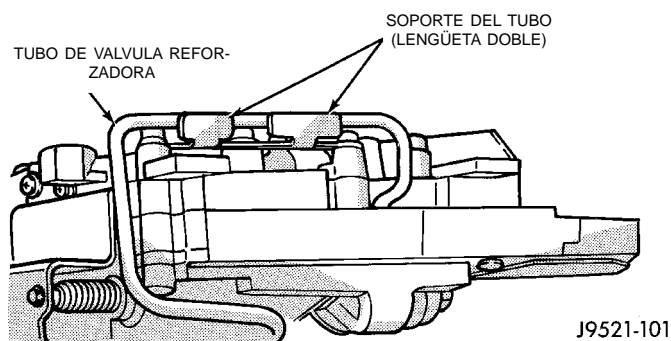

Fig. 65 Soporte del tubo de la válvula reforzadora
(27) Doble las lengüetas traseras en el soporte del tubo de válvula reforzadora (Fig. 65).